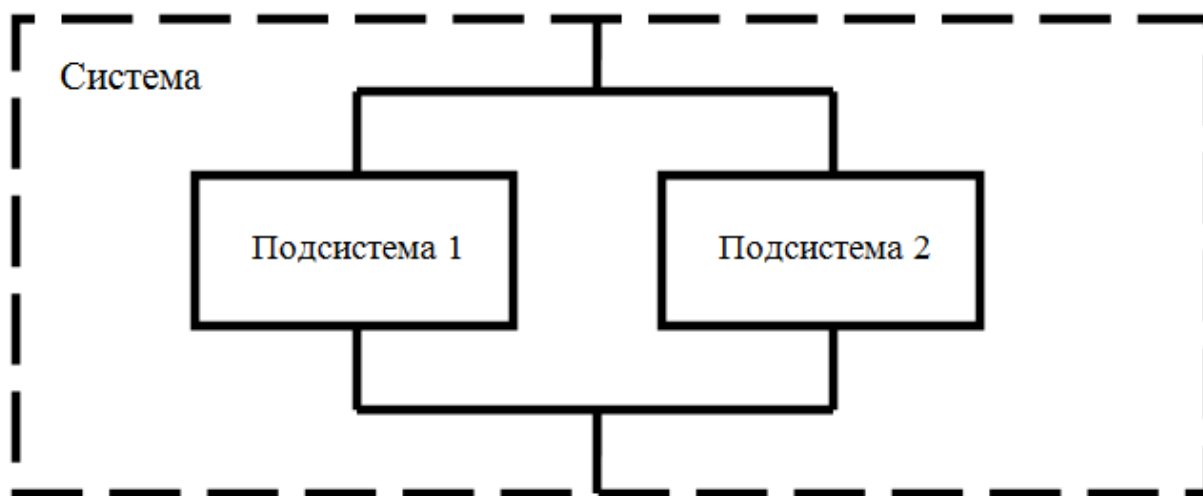

Рисунок 4 - Схема системы с резервированием.
4. Для наработки $t = \bar{T}_П$ требуется рассчитать вероятность безотказной работы $P_c (T_П)$ системы (рис. 4), состоящей из двух подсистем, одна из которых является резервной.